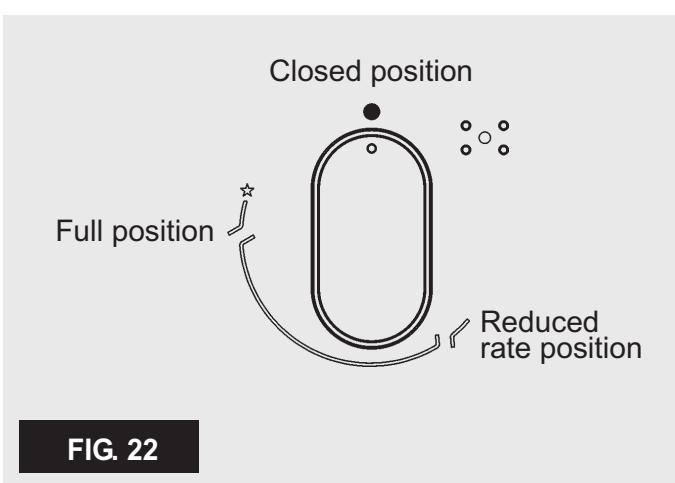

FIG. 22
Wcisnąć i przekrącić w lewo odpowiednie pokrętło, ustawiając je w pozycji Maksimum (duży płomień, rys. 22) i wcisnąć je do końca.
Aby zapalić palnik wyposażony w zabezpieczenie przeciwspływowego gazu, należy przekrącić odpowiednie pokrętło do pozycji Maksimum (duży płomień, rys. 22), a następnie wcisnąć pokrętło. Po zapaleniu się palnika przytrzymać wcisnięte pokrętło przez około 10 sekund).
- **zapalanie palników z zabezpieczeniem przeciwspływowym gazu jest możliwe tylko wtedy, gdy pokrętło ustawione jest w pozycji Maksimum (duży płomień, rys. 22).**
- zapalić palnik i ustawić pokrętło w pozycji „Minimum” (symbol małego płomienia rys. 22).